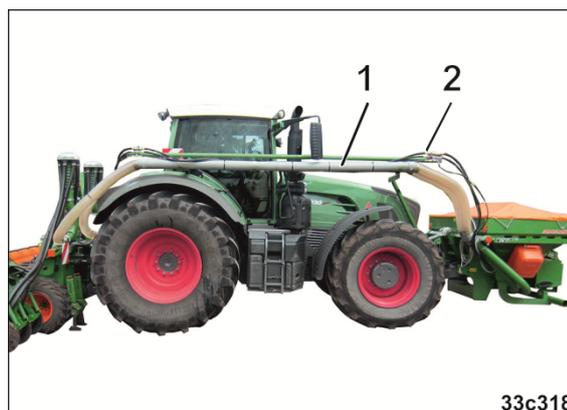

Fig. 29
- einem Stahlrohr (Fig. 29/1) in denen das Dosiergut vom Frontbehälter zur Heckanbaumaschine gefördert wird.
- Hydraulikleitungen und Datenkabeln (Fig. 29/2).